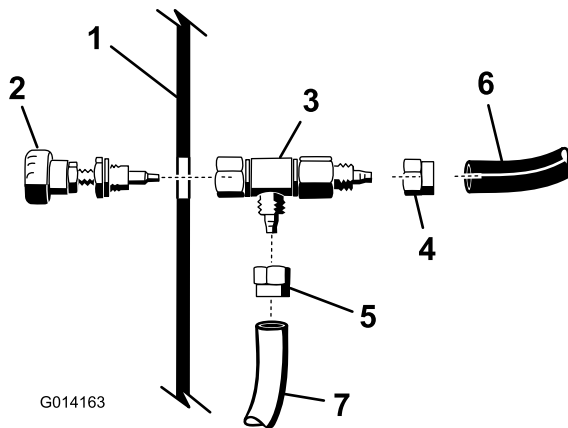

Figura 4
5. Desaperte a porca que prende o manípulo ao encaixe em T como se mostra em Figura 4.
6. Instale os tubos azul e transparente do tubo de espuma sob o tablier ao corpo da válvula reguladora como se mostra em Figura 4.